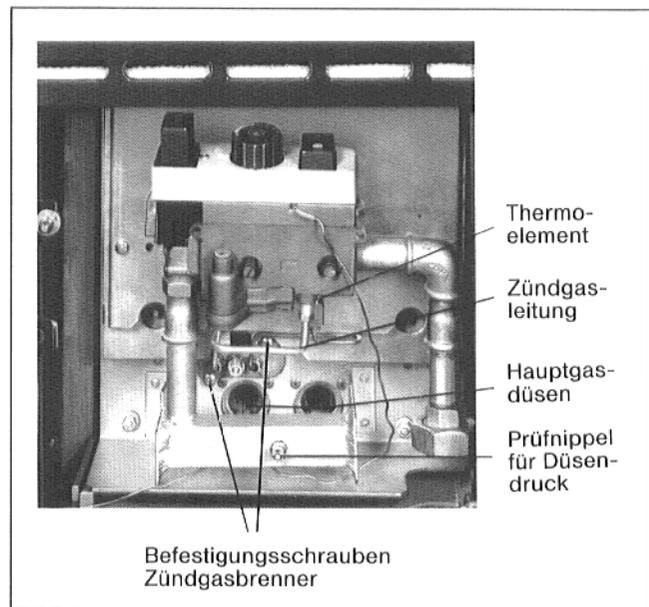

Abb. 7a: Heizeinsatznische
- Zündgasleitung und Thermoelement an der Armatur lösen (Abb. 7a).